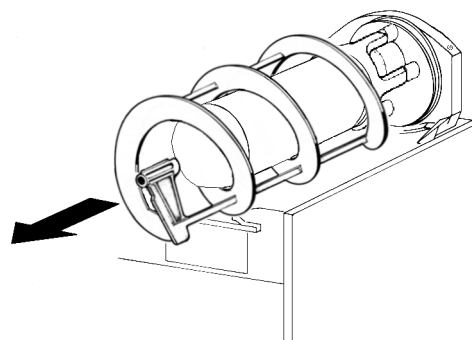

figure 7
- 3 Enlever de l'évaporateur la spirale extérieure (voir figure 7)